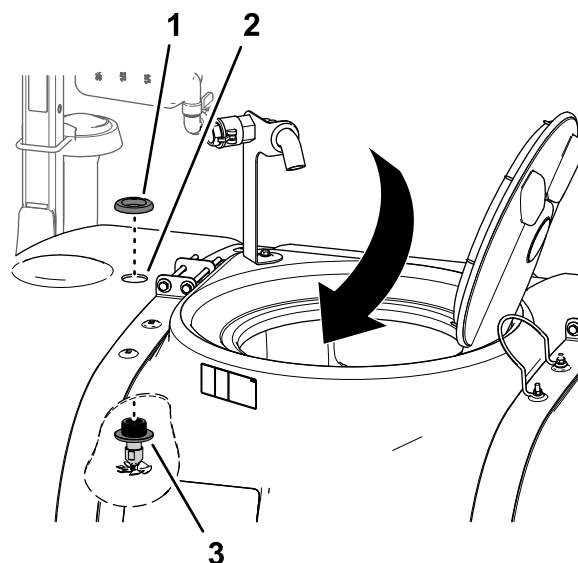

図 22
3. 液剤タンクの前方の穴45mmでも、ステップ 12 を行ってすすぎノズルアセンブリを取り付ける 図 22。